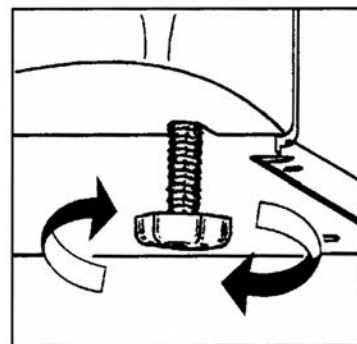

Рис. 2
- Чтобы выровнять положение холодильника, подкрутите передние ножки прибора в ту или иную сторону. Это необходимо сделать во избежание вибрации и шума, а также для того, чтобы дверцы плотно закрывались (см. рис. 2).